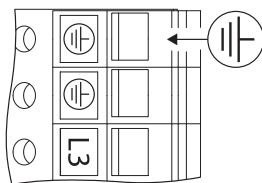

Fig. 27: Messa a terra supplementare
- A causa della corrente dispersa elevata con motori da 11 kW si deve collegare in conformità a EN 61800-5-1:2008-04 un'ulteriore messa a terra rinforzata (vedi Fig. 27).